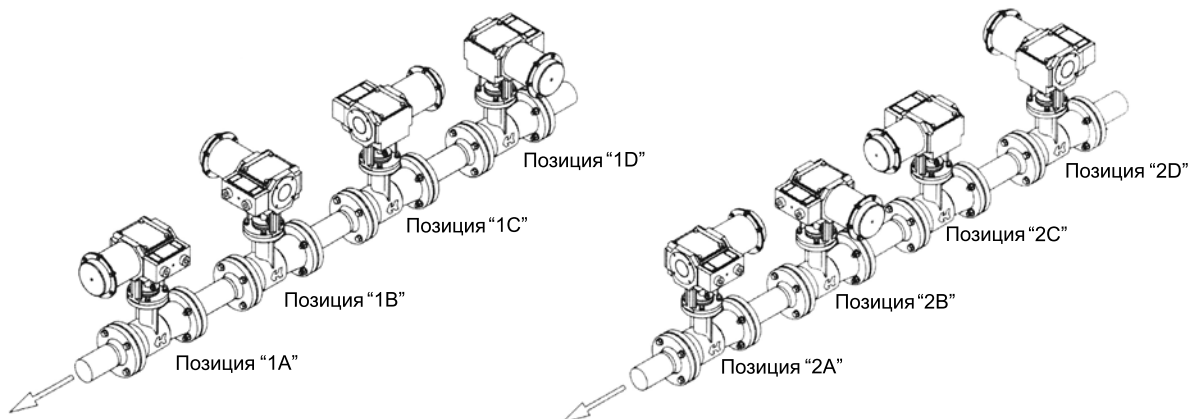

Рисунок 5. Варианты возможных настроек серводвигателя тип P/R- 99 по отношению к оси клапана.
Способ регулировки угла поворота серводвигателя тип 99 (охраняемый патентом) основан на системе двух рычагов. Рычаг (22), соединённый с плитой мембраны (24), совершает всегда угол поворота 30°. В связи с этим ход, диапазон давления и положение рычага обратной связи позиционера остаются неизменными. В зависимости от установки штока подшипника (27) изменяется угол поворота шатуна (23) (а тем самым и вала клапана) в пределах значений 25°, 45°, 60°, и 90°, что отвечает изменениям значения коэффициента расхода на 45%, 75%, 100%, 120% Kvs . В закрытом положении клапана перемещение штока по отношению к направляющей шатуна в начале поворота рычага параллельно, в связи с чем сохраняется закрытое положение клапана. Доступный снаружи соединитель (35), составляющий соединение серводвигателя с валом клапана, обеспечивает поворот серводвигателя по отношению к клапану на 90°, без необходимости демонтажа серводвигателя или клапана. Требуемая позиция (см. рис. 5) может быть установлена производителем в соответствии с желанием клиента.